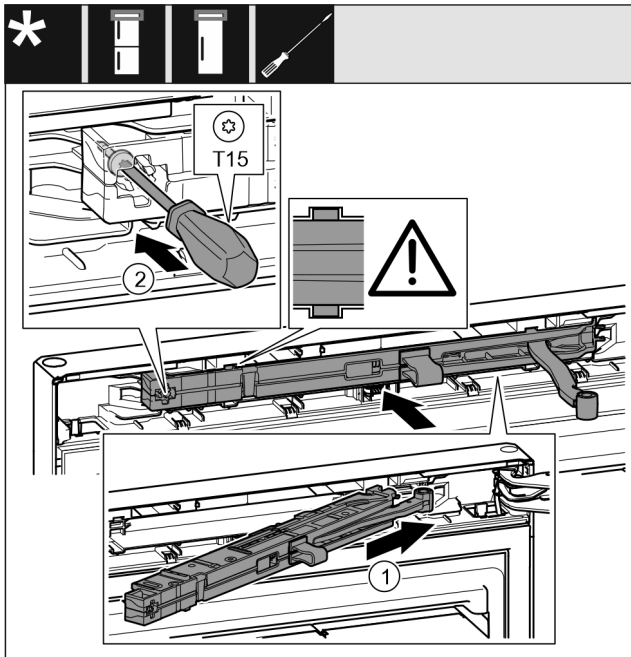

Fig. 29
- ▶ Wsunąć ukośnie amortyzator zamykania drzwi Fig. 29 (1) po stronie płytki zawiasu w zagłębienie aż do oporu.
- ▶ Przykręcić śrubę Fig. 29 (2) śrubokrętem.